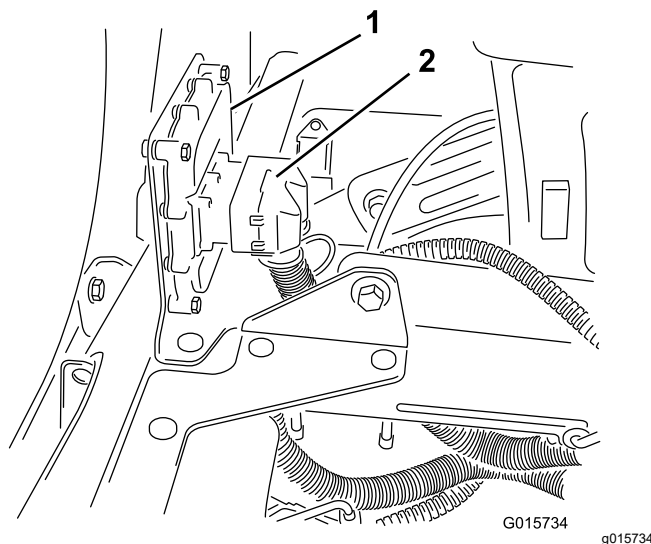

Figura 32
2. Ligue o conector de 50 tomadas da cablagem para a rampa Sonic ao conector de 50 pinos do controlador eletrônico e prenda os conectores com o parafuso de cabeça sextavada (Figura 32).